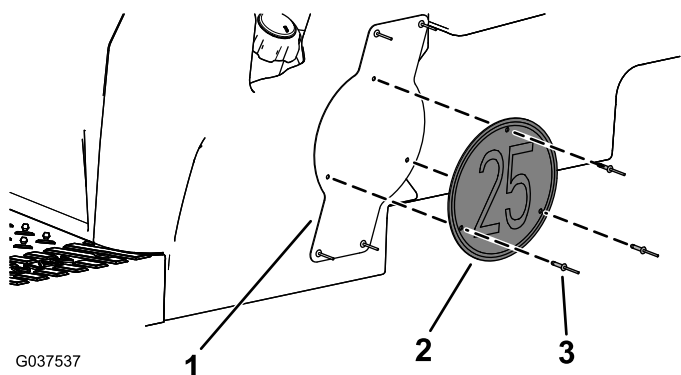

**Figura 11**
- Montai suportul de montare a plăcuii pe partea laterală a bazei scaunului utilizând 4 nituri pop ( $3/16 \times 15/16''$ ) aa cum se arată în Figura 11.